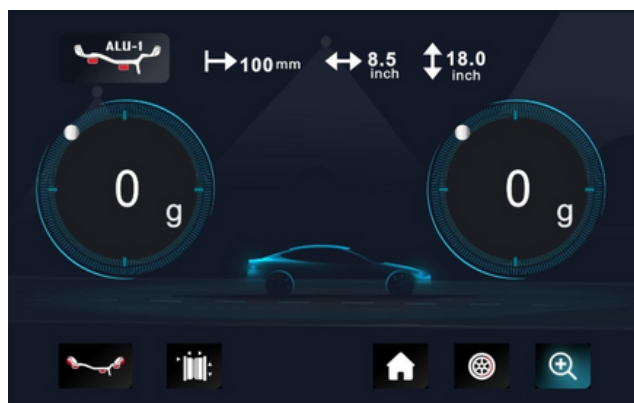

Fig. 8
4.2.7. Depois de terminar a montagem dos contrapesos, baixe a proteção e prima , para efetuar novamente a rotação de equilíbrio, se sair 00 00, significa que o equilíbrio foi bem sucedido. (Fig.8)